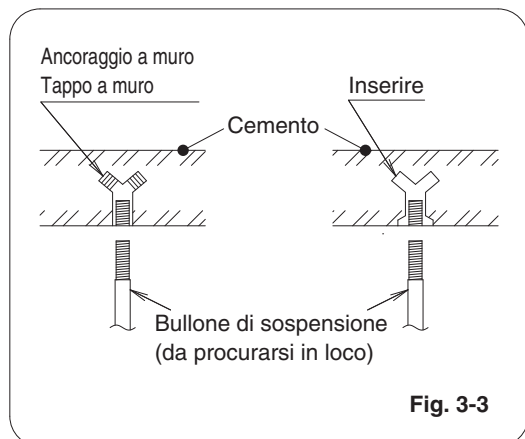

Fig. 3-3
- (1) Se l'unità viene installata all'interno del soffitto, determinare il passo dei bulloni di sospensione consultando i dati dimensionali forniti precedentemente. Nel sospendere l'unità, le tubazioni devono venire posate e collegate all'interno del soffitto. Se questo fosse già stato costruito, disporre le tubazioni in posizione per il collegamento all'unità prima di installare l'unità all'interno del soffitto.
- (2) Avvitare i bulloni di sospensione, permettendo loro di protendere dal soffitto nel modo visto in Fig. 3-3. (Se necessario, tagliare il materiale.)